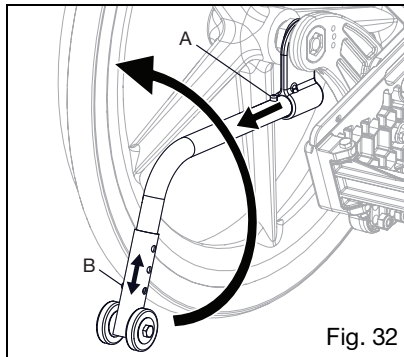

Fig. 32
- a. Suelte los botones (Fig. 32:A) en los anti-vuelcos.
- a. Suelte el botón inferior (Fig. 32:B) de los anti-vuelcos.